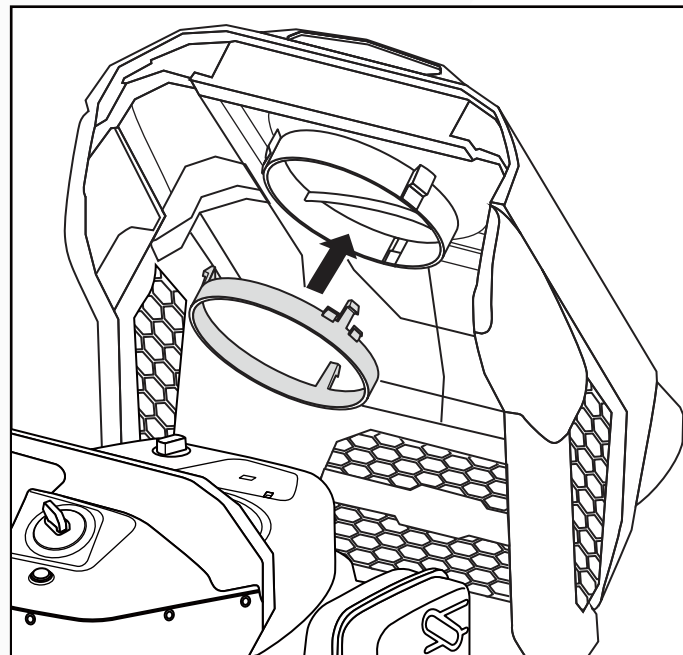

Fig. 3
1. Abra la cubierta del motor e instale el aro del conducto de aire dentro de la cubierta del motor. (Fig. 3)